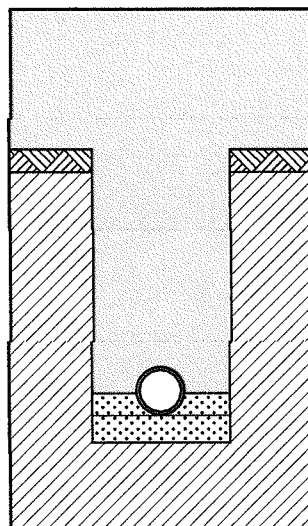

Fig. 11 - Strato di riempimento ben compattato a mano.
- Rinfiacco effettuato manualmente fino a metà del diametro del tubo e compattato camminando con i piedi (fig. 11);